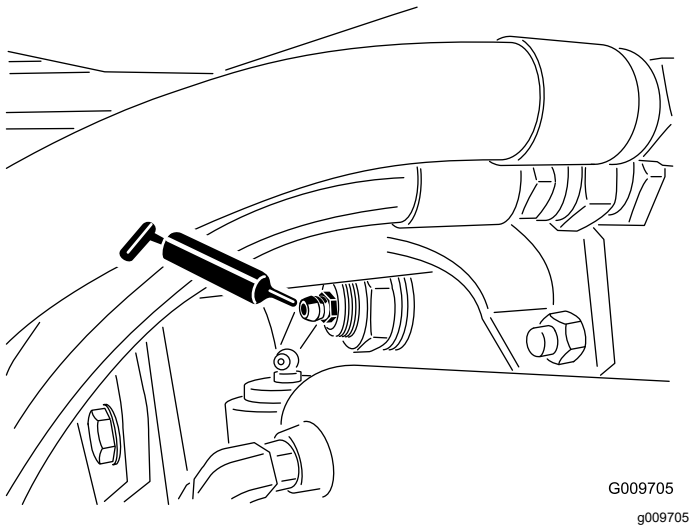

Figura 75
- Boccole orientabili dell'assale posteriore (2) come illustrato nella Figura 75